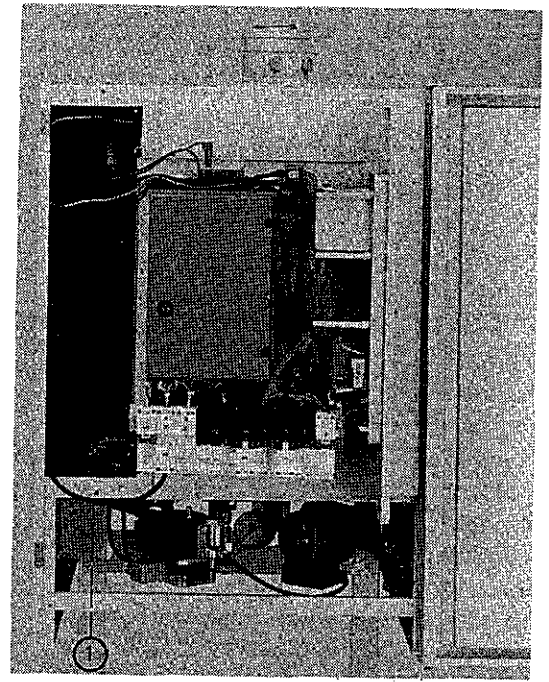

Abb. 31
2. Schrauben im Frontblech der Viessmann Miromatik-MC lösen, Viessmann Miromatik-MC herausziehen und in Servicestellung an den dafür vorgesehenen Bolzen einhängen (Abb. 31).
8. Anschlußleitung des Wasserdruckwächters durch die Zugentlastung **1** führen (Abb. 31).